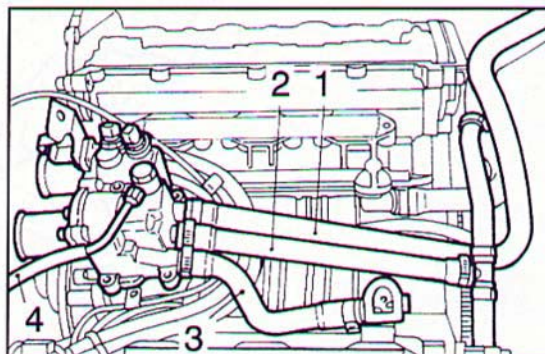

Fig. 56 ▲
- rimuovere il corpo termostato liquido refrigerante (Fig. 56) con le tubazioni ritorno riscaldamento interno vettura (1), ritorno raffreddamento turbocompressori (2), uscita testa cilindri sinistra (3) e spurgo (4);
- remove the coolant thermostat body (Fig. 56) with the car interior heating return (1), turbocharger cooling return (2), left cylinder head outlet (3) and discharge (4) pipes;